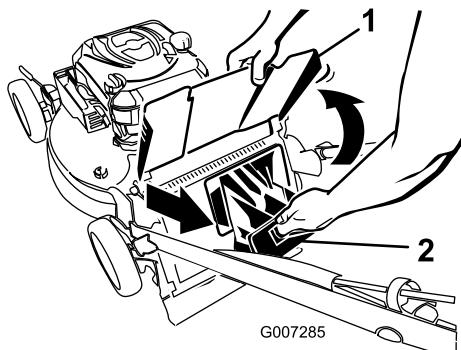

Bild 23
2. Heben Sie das Heckauswurfablenkblech an und halten es hoch (Bild 23).
3. Ziehen Sie die Heckauswurfklappe ab (**Bild 23**).
4. Setzen Sie die Heckauswurfklappe ein (**Bild 23**).